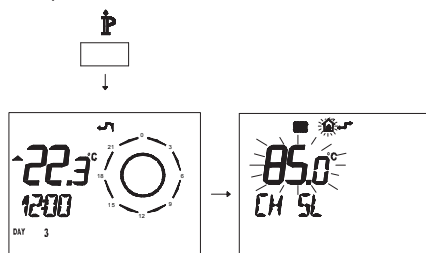

Рисунок 5.57
- Нажмите и удерживайте 3 секунды кнопку **P**, чтобы войти в режим **INFO** (Рисунок 5.57).